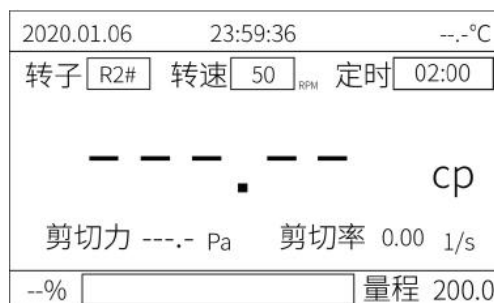

图 2
(5) 按◀或▶键选择菜单，选定测量项目后，按确定键进入，显示如图 2。光标停在 R2#处，按▲或▼键选择所需转子号即可。